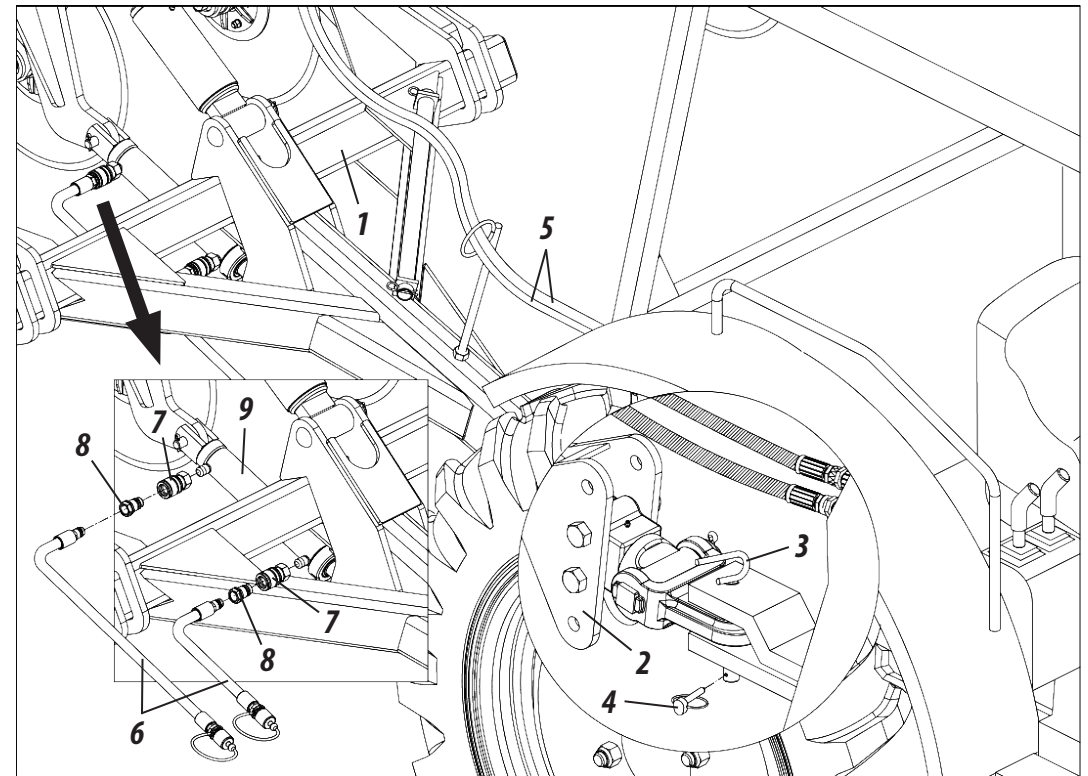

Figura 13
ACOPLE AL TRACTOR (FIGURA 13)
- 2- Después, nivele el cabezal de acople (1) de la sembradora en relación al acople del tractor a través de los regulados (2) del unión de acople. Luego, acerque lentamente al tractor a la sembradora en marcha atrás, estando atento a la aplicación de los frenos.
- 3- Luego, acople del cabezal de acople (1) al tractor, fijándolo a través del perno de acople (3) y traba (4).
- 4- Después, acople el resto de las mangueras (5) en el acople rápido del tractor, **conforme muestra la figura 13.**